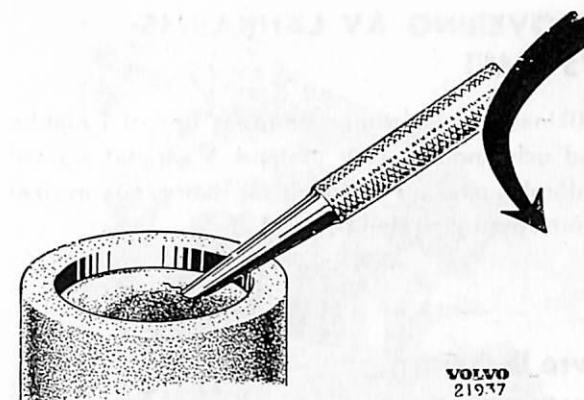
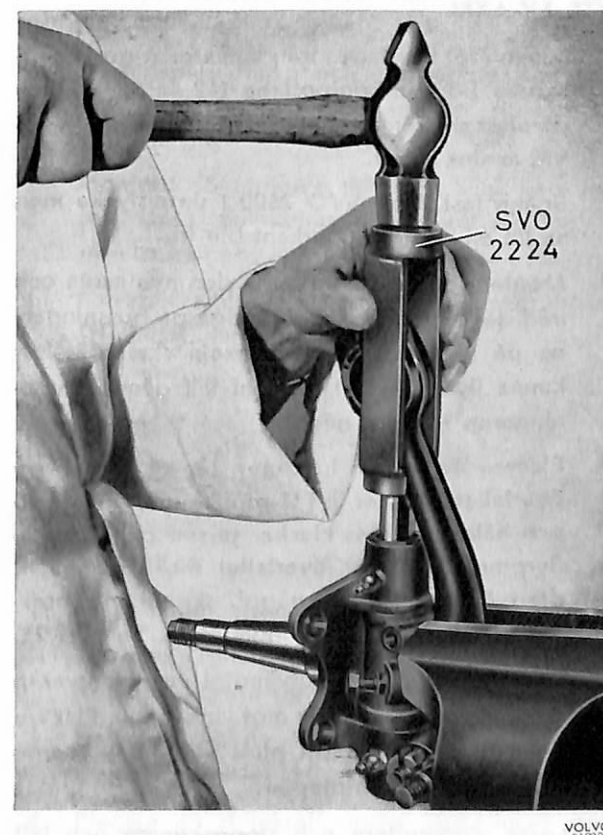

Bild 16. Demontering av fätningsbricka.
Bild 17. Demontering av spindelapp.
8. Driv ut dragkilen med en dorn. Demontera fätningsbrickan med en spetsig dorn enligt bild 16. Driv ut spindelappen nedåt med verktyg SVO 2224 enligt bild 17. Lagg i förlängningarna allt eftersom dessa erfordras. Sitter spindelappen mycket hårt fast är det lämpligt att först slå den ett stycke uppåt med hjälp av en rak, kraftig dorn.